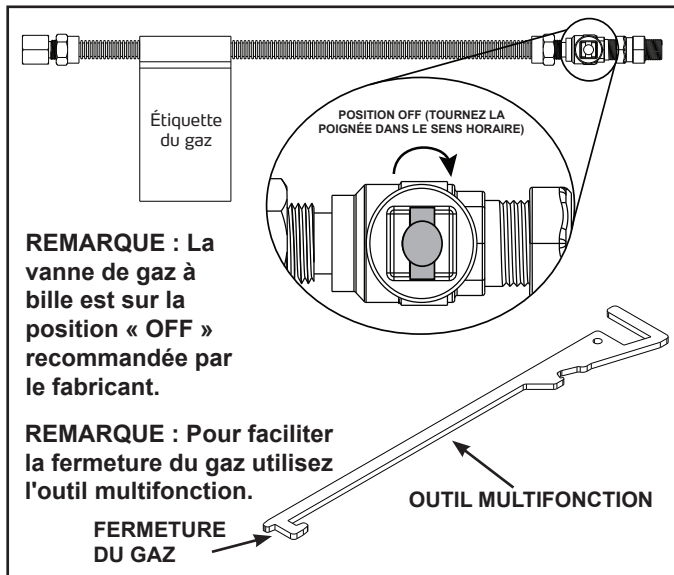

Figure 7.1 Fermeture du gaz
- Utilisez l'outil multifonction afin de faciliter la fermeture du gaz. Voir la figure 7.1. La vanne de gaz à bille est sur la position « OFF » recommandée par le fabricant.